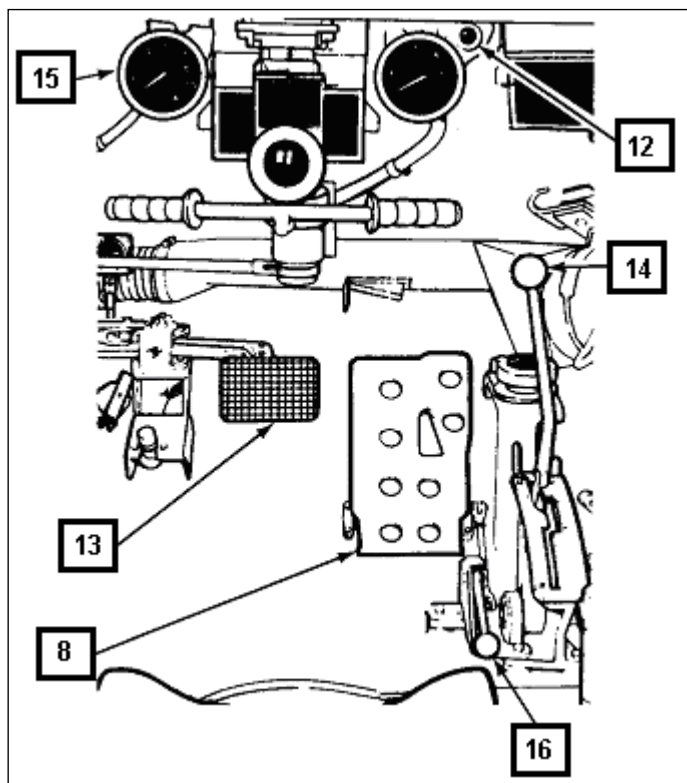
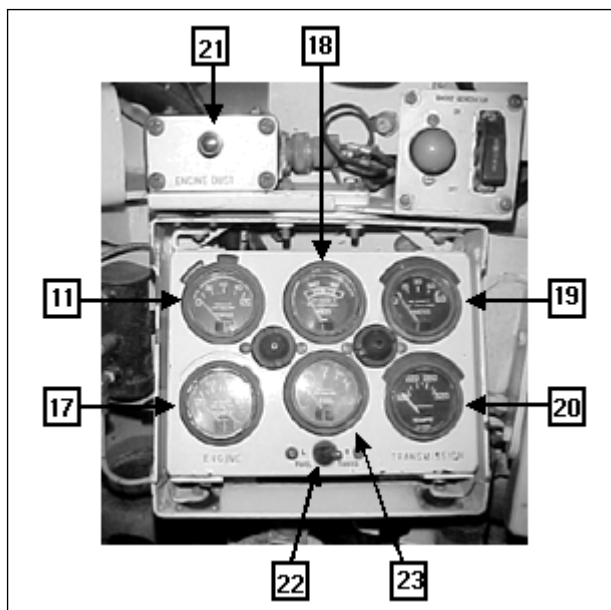

Fig 11-17. Instrumentos do compartimento do motorista
Fig 11-18. Painel auxiliar do motorista
(13) Assim que o motor ligar, verificar o indicador de PRESSÃO DO MOTOR (11) que necessariamente deverá estar na área verde. A lâmpada de advertência (12) deverá permanecer apagada. Se a pressão do óleo não aumentar, desligar o motor e informar ao pessoal da manutenção.
(14) Se o motor ligar e funcionar somente em um grupo de cilindros, pressionar o freio (13) e carregar o motor com a alavanca de transmissão (14) em H (alta) para ligar o outro banco de cilindros. Caso isso não ocorra, cortar o motor e informar ao pessoal de manutenção. (Fig 11-17 e 11-18)
(15) Pressionar o pedal do acelerador (8) até o tacômetro (15) indicar 1000 a 1200 RPM; levantar a trava do pedal (16) para trancar o acelerador. Colocar o motor aquecendo por 3 (três) minutos. Não acelerar o motor além da velocidade de aquecimento. Para partida em clima frio, colocar o motor aquecendo por 3 (três) 5 (cinco) minutos de 1000 a 1200 RPM. Se o motor necessita permanecer em marcha lenta por um longo período, uma elevação de rotação (1200 a 1800 RPM) será necessária para prevenir excessiva emissão de fumaça.
- (16) Verificar os indicadores estão na forma que se segue (Fig 11-18):
- (b) indicador de carga das baterias (18): área verde;
- (d) lâmpada de advertência (12): desligada; (Fig 11-17)
- (e) luz de alarme do detetor de poeira (21): apagado.
- (17) Verificar o nível de combustível de ambos os tanques:
- (a) colocar a tecla seletora do tanque de combustível (22) para L (tanque esquerdo). Checar o nível do indicador (23);
- (b) colocar a tecla seletora do tanque de combustível (22) para R (tanque direito). Checar o nível do indicador. (23);
(1) Evitar a operação contínua do motor com esforço em baixa velocidade a frente ou a ré. Confirmar se o indicador de temperatura do motor (17) e da transmissão (20) operam na faixa verde (Fig 11-18).
(2) Se os indicadores de temperatura não retornam à faixa verde dentro de 10 (dez) minutos, desligar o motor e informar ao pessoal de manutenção.
(3) Se ambos os indicadores de temperatura ingressam na faixa vermelha, parar o CC e manter o regime do motor entre 1000 e 1200 RPM até os indicadores retornarem à faixa verde. Reiniciar o movimento com atenção para o problema. Caso ocorra um segundo superaquecimento que não seja em desloca-